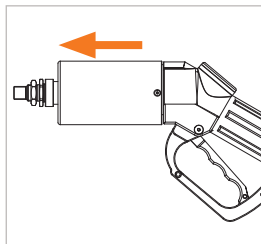

Figure 10
- ▶ Insérez le nozzle de ravitaillement dans le réceptacle du véhicule jusqu'en butée et maintenez le nozzle dans cette position (position OFF) (Figure 10).